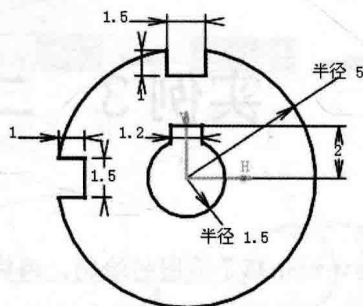

图 2.6 添加竖直约束和半径约束
Step6. 添加图 2.6 所示的竖直约束。选择下拉菜单 **插入** → **约束** → **约束创建** → **竖直** 命令;标注图中的各直线尺寸。